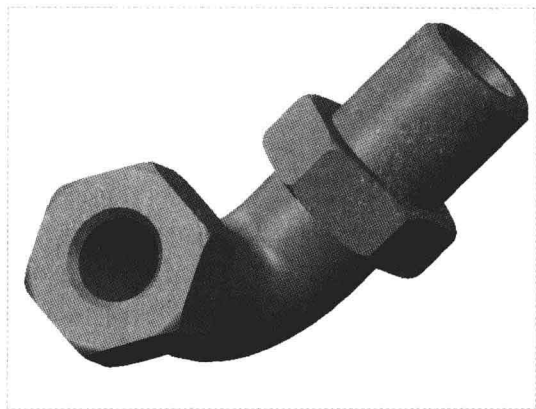

图 16-46 创建边倒角特征
Step 02 执行操作后，单击“应用并保存在工具中所做的所有更改，然后关闭工具操控板”按钮 ，完成边倒角特征的创建，如图 16-46 所示。